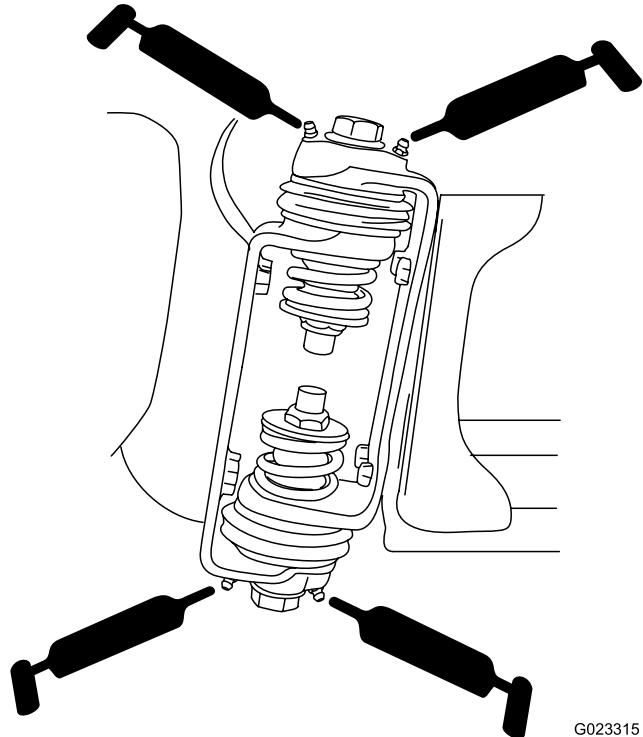

Bild 17
2. Pressen Sie Fett in die Lager oder Büchsen jedes Anschlussstückes Bild 17.